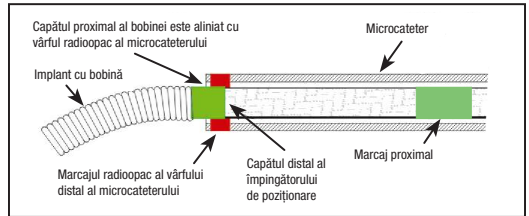

Figura 4 – Poziția benzilor de marcaj pentru detașare
30. Avansați bobina până la locul dorit, până când marcajul radioopac de pe împingătorul de poziționare este aliniat sau ușor distal față de marcajul radioopac al vârfului distal al microcaterului, poziționând zona de detașare imediat în afara vârfului microcaterului. Consultați Figura 4.